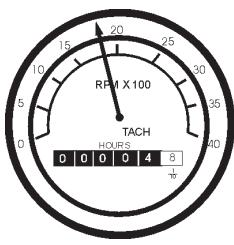

Figura 50. Tacómetro del motor
11. El **tacómetro** (Figura 50) indicará la velocidad del motor cuando el generador esté operando. Bajo condiciones normales de operación esta velocidad es de aproximadamente 1600 RPM.